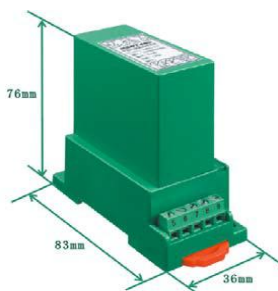

图 1 MS3 外形
- ① 把变送器固定卡槽一侧勾在安装导轨上;
- ② 向下牵动弹簧销(如图 1 底端的红色弹簧销);
- ③ 使变送器卡口套在安装导轨上;
- ④ 松开弹簧销, 变送器即卡在安装导轨上。